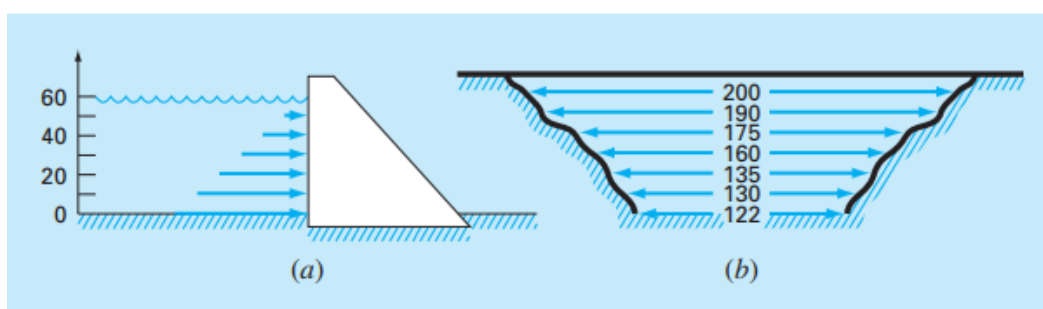

Figura 1. Variación del ancho respecto a la altura de la represa.
5. Utilice Excel o Matlab para realizar una regresión lineal para obtener la función  $w(z)$ , a partir de los datos mostrados en la Figura 1. Discuta el procedimiento utilizado y muestre los datos de ingreso utilizados y los resultados (tablas, inputs, funciones de Matlab usadas, etc.).